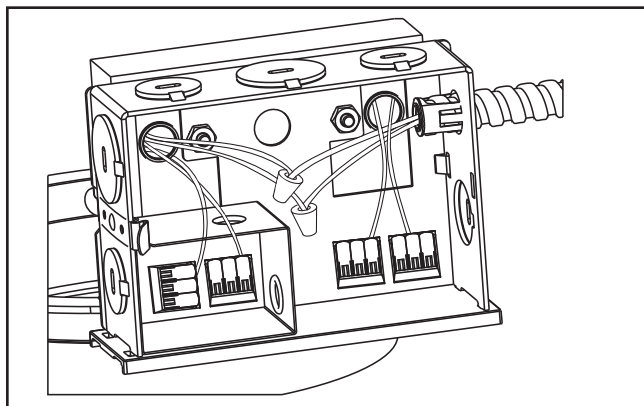

Figura 27.
1. Brinde el servicio eléctrico a la caja de derivación (ubicada en el marco de yeso) de acuerdo al "Código Eléctrico Nacional" o a su código eléctrico local. El aislamiento del cable de suministro debe estar calificado para una temperatura de al menos 90 °C. La caja de conexiones está certificada para cuatro (4) conductores #12 AWG (dos de entrada, dos de salida) de 90 °C y para alimentación a través de cableado derivado para los conductores tipo IC y Plug in para 120/277 V únicamente. Para todos los demás casos, ocho (8) conductores #12 AWG (cuatro de entrada, cuatro de salida) de 90 °C y alimentación a través de cableado derivado para 120/277 V únicamente.
2. Retire la cubierta de la caja de empalmes (Figura 27).
4. Conecte los cables conductores de suministro a los cables conductores de la caja de empalmes (línea, neutro y tierra) en el accesorio con los conectores de palanca. (Figura 27). Cerciérese de no dejar conductores desnudos por fuera de los conectores de palanca.